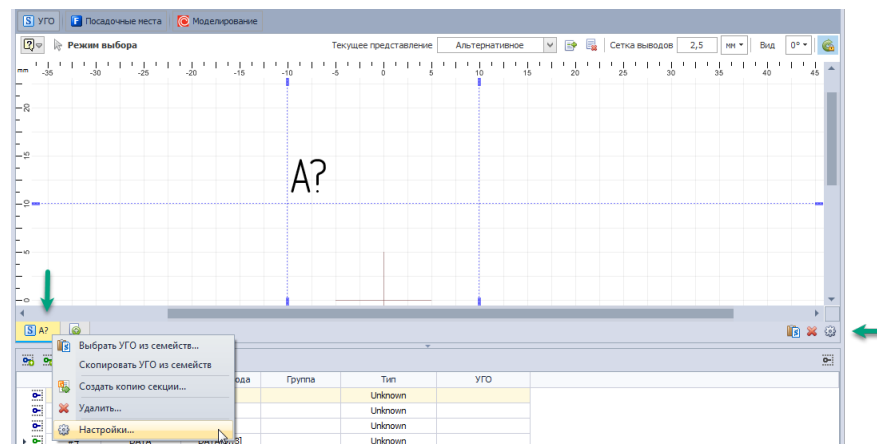

Рис. 248 Вызов окна настроек схемного представления
1. Вызовите окно настроек схемного представления из контекстного меню секции, либо с помощью кнопки , расположенной в правой части редактора, см. Рис. 248.